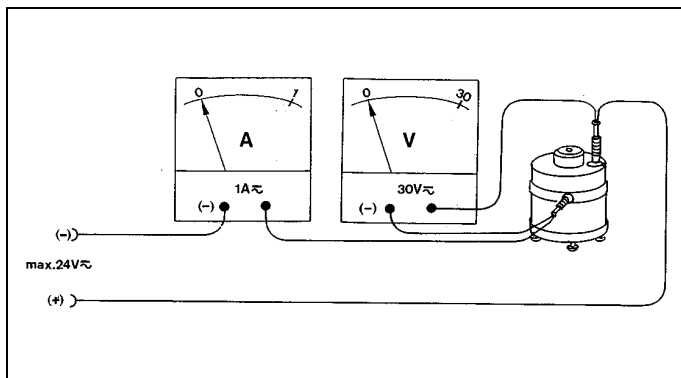

Fig. 6
oder (s. Fig. 6)
or (see Fig. 6)
- gemäß Fig. 6 mit Strom- und Spannungsmesser oder
- with ammeter and voltmeter as shown in Fig. 6, or